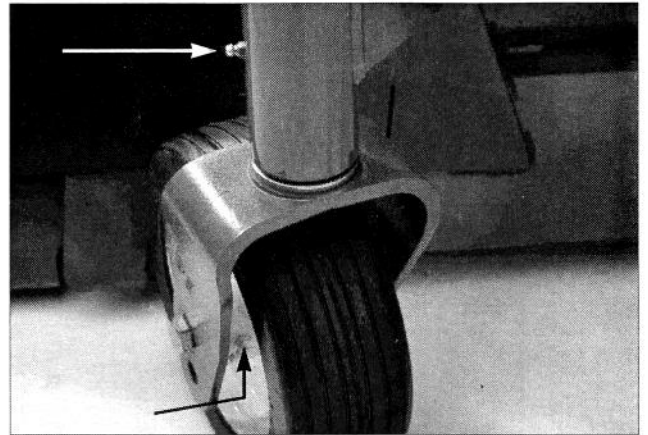

Figure 32
Unité de coupe (machines à 2 & 4 roues motrices - axes des lames (7) et axes pivots des unités latérales (4) (Fig. 31); roues pivotantes (6): arbre de fourche pivotante (4) (Fig. 32); joints à rotule des bras de relevage (2) et assemblage de l'arbre de commande prise de force à boîte de vitesse (3) (Fig. 33).